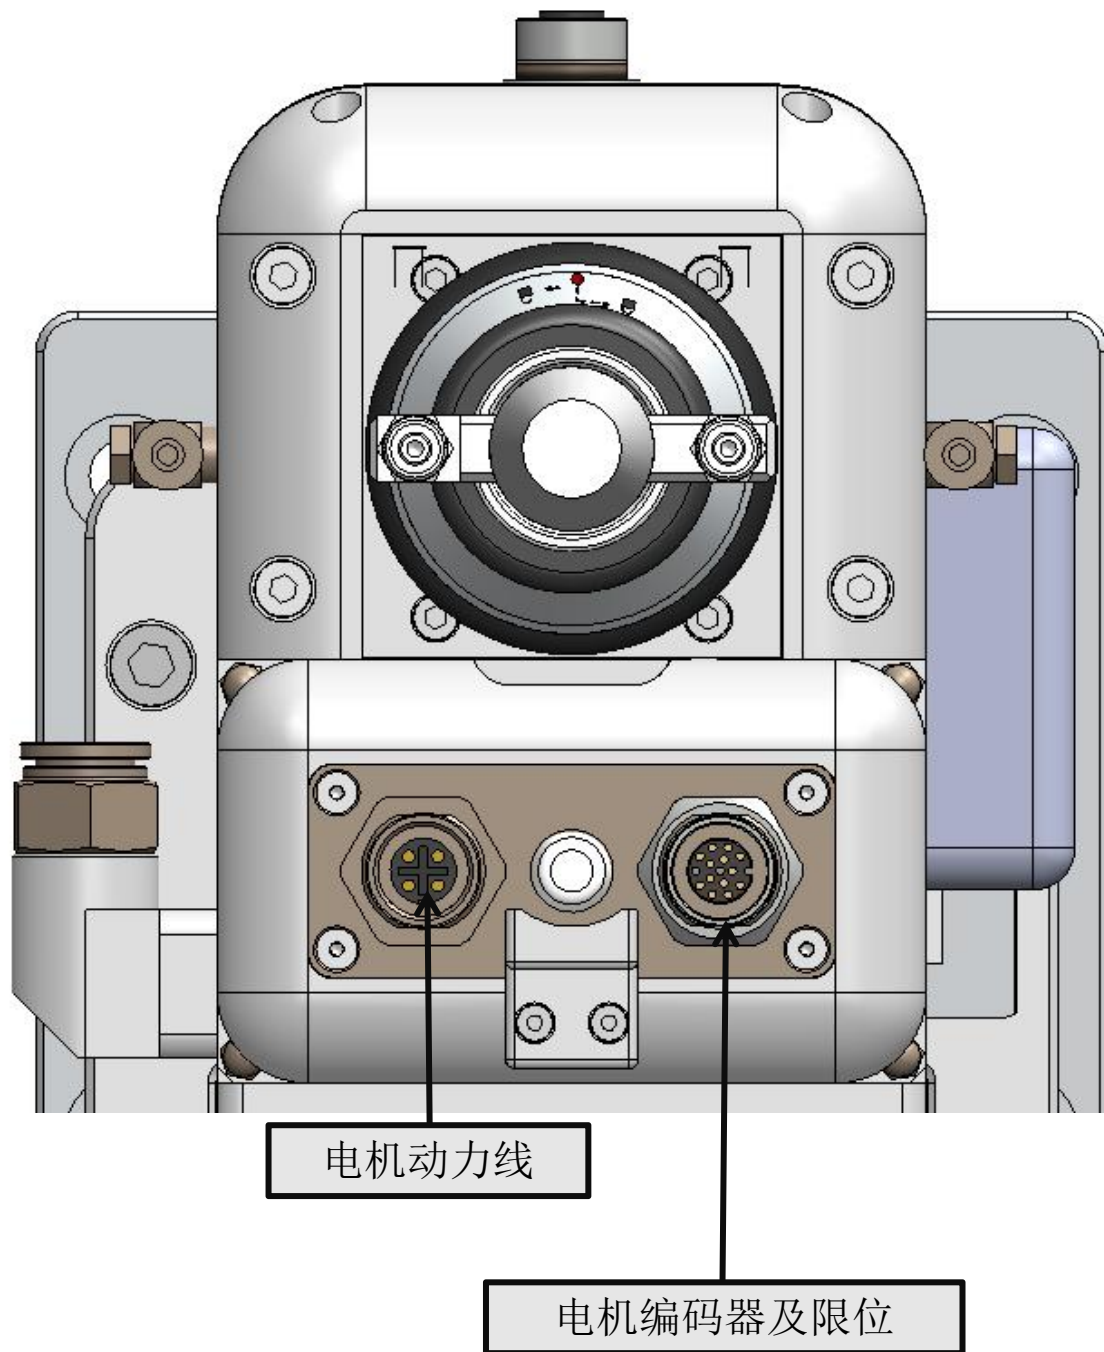

图1.6
- ① 插拔航空插头时断电操作，否则可能烧坏电机，在接动力线与信号线的时候需要注意缺口位置，避免插坏针脚，如下图1.6所示。